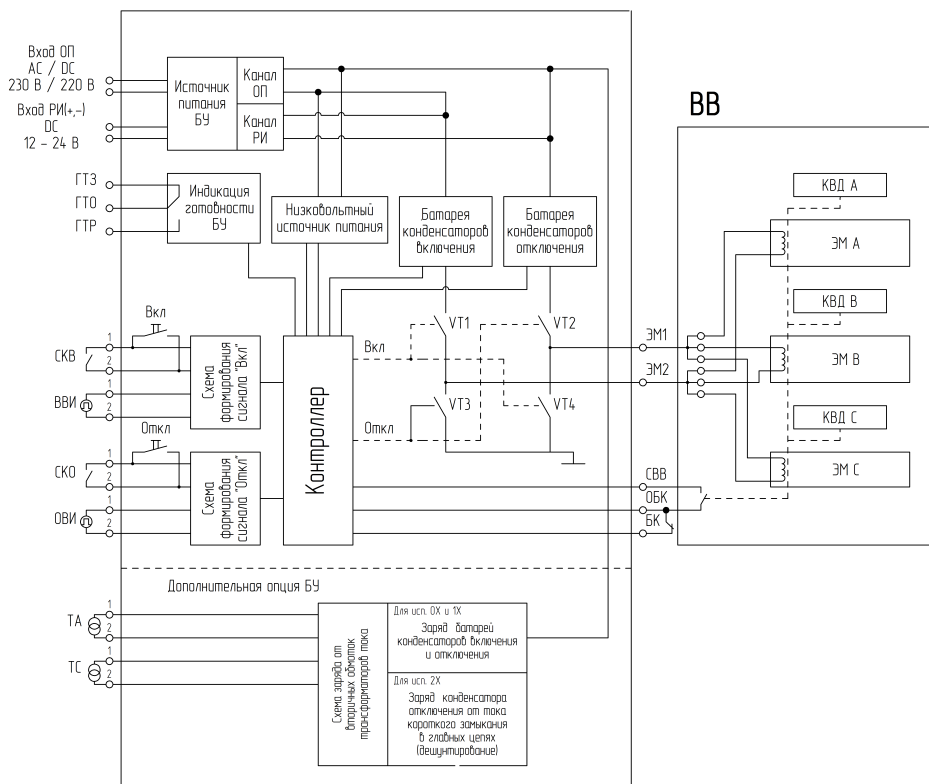

Рисунок 2 – Функциональная схема БУ и ВВ
3.4.2 ОП подается на вход ОП источника питания БУ (рисунок 2).
3.4.3 Источник питания БУ (рисунок 2) представляет собой преобразователь напряжения, который необходим для заряда батарей конденсаторов включения и отключения, а также для работы низковольтного источника питания. Низковольтный источник питания (рисунок 2) формирует напряжение, необходимое для питания контроллера.
3.4.4 Вход РИ (+, -) источника питания БУ (рисунок 2) используется для подключения аккумулятора (номинальным напряжением согласно п.6 таблицы 1) при отсутствии ОП и последующего заряда батарей конденсаторов для выполнения операции О или В.
3.4.6 Контроллер (рисунок 2) управляет транзисторными ключами, в зависимости от поданной на БУ команды (включение или отключение), при этом срабатывает соответствующая пара ключей. Контроллер замыкает транзисторные ключи на время, необходимое для проведения операции включения или отключения ВВ. Также контроллер выполняет функции: блокировки повторного включения (когда команда В остается поданной после автоматического О), блокировку В при наличии команды О.
3.4.7 Схема формирования сигнала ВКЛ (рисунок 2) формирует логический уровень на отдельном входе контроллера от сигнала, поступающего на входы СКВ1, СКВ2 («сухой контакт») или ВВИ1, ВВИ2 («внешний источник»), либо от нажатия кнопки ВКЛ (только для 0X, 1X, 2X конструктивных исполнений).
3.4.8 Схема формирования сигнала ОТКЛ (рисунок 2) формирует логический уровень на отдельном входе контроллера от сигнала, поступающего на входы СКО1, СКО2 («сухой контакт») или ОВИ1, ОВИ2 («внешний источник»), либо от нажатия кнопки ОТКЛ (только для 0X, 1X, 2X конструктивных исполнений).
3.4.9 Индикация готовности БУ (рисунок 2) представляет собой перекидной контакт, который, в зависимости от положения, сигнализирует о готовности (или неготовности) БУ к проведению операций О или В. Контакты ГТЗ, ГТО, ГТР предназначены для использования в схемах автоматики или сигнализации.
3.4.10 Схема заряда от вторичных обмоток трансформаторов тока представляет собой преобразователь для формирования напряжения заряда конденсаторов (рисунок 2).
4.3.3 Сигнал на операцию В поступает с выхода схемы формирования сигнала включения (рисунок 2) на вход контроллера, который управляющим сигналом замыкает транзисторные ключи, через обмотки электромагнитов протекает ток разряда конденсаторов, происходит включение ВВ. После замыкания главных контактов ВВ сигнал с контакта состояния ВВ (СВВ) поступает на контроллер, завершенная выполнение команды включения и блокируя повторную подачу сигнала В. На лицевой панели начинает светиться индикатор состояния ВВ - ВКЛ.
4.4.3 Сигнал на операцию О поступает с выхода схемы формирования сигнала отключения (рисунок 2) на вход контроллера, который управляющим сигналом замыкает транзисторные ключи. Через обмотки электромагнитов протекает ток разряда конденсаторов в обратном направлении, происходит отключение ВВ. После размыкания главных контактов ВВ сигнал с контакта состояния ВВ (СВВ) поступает на контроллер. На лицевой панели засветится индикатор состояния ВВ - ОТКЛ. Контроллер предотвращает повторную операцию В после операции О, если команда В не была снята.